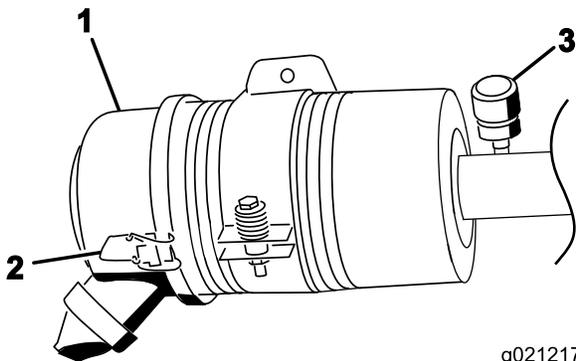

図 83
エアクリーナのフィルタの整備は、インジケータが赤色になってから行ってください 図 83。早めに整備を行っても意味がありません。むしろフィルタを外したときにエンジン内部に異物を入れてしまう危険が大きくなります。
3. エアクリーナのカバーをボディーに固定しているラッチを外す 図 83。